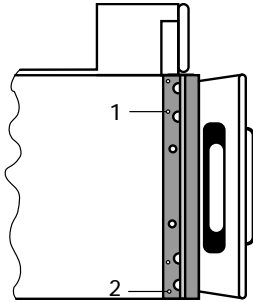

fig. 8
- Demonteer beschermlijst door bevestigingsschroeven 1 en 2 te verwijderen (zie fig. 8). Lijst wegnemen en schroeven weer vastdraaien.